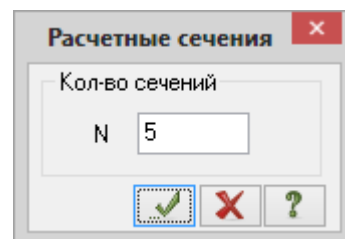

Рис.3.26. Диалоговое окно
- Щелчком по кнопке  – **Расчетные сечения стержней** (панель **Редактирование стержней** на контекстной вкладке **Стержни**) вызовите диалоговое окно **Расчетные сечения** (рис.3.26).